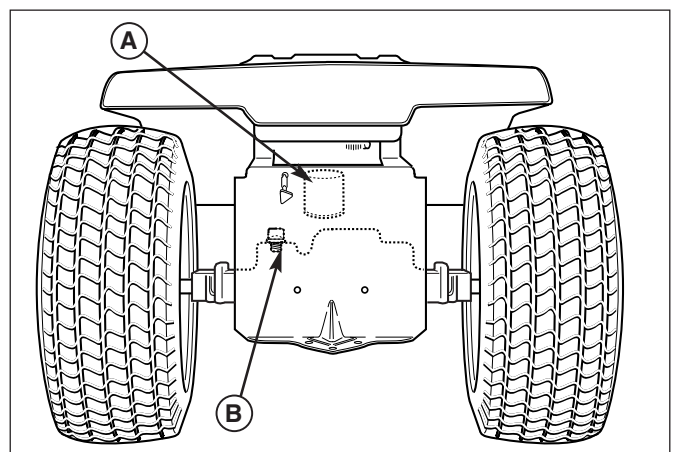

Figure 43. Filtre d'huile de circuit hydraulique
2. Déposer le capuchon de remplissage différentiel (B, figure 43).
4. Déposer et remplacer le filtre du circuit hydraulique (A, figure 43). Fileter le nouveau filtre sur la base du filtre et serrer de 1/2 à 3/4 de tour après serrage à la main.
L'inclinaison du siège peut être réglée sur une des trois positions. Pour la régler, retirer les boulons mécaniques, écarteurs, rondelles et écrous (B, figure 43) de la charnière et les remonter dans les trous souhaités.